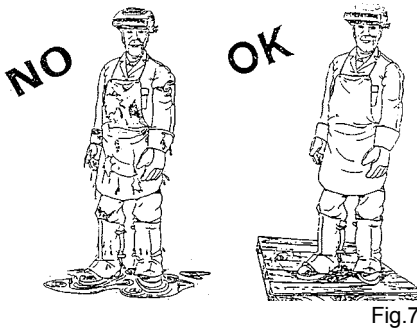

Fig.7
- renforcement de la protection individuelle, isolation du sol et de la pièce à usiner (Fig. 7).